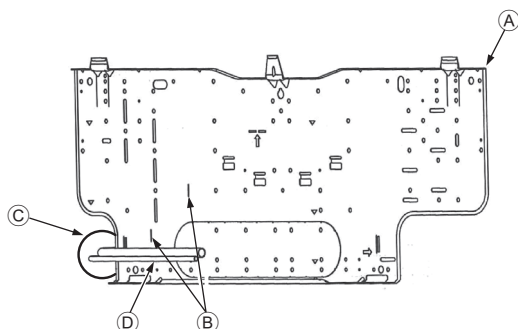

Fig. 3-5
- ② Vis de fixation (4 × 35 mm, 1-3/8 inch) ②
- ⑤ Niveau
- ⑥ Serrer le filetage sur l'orifice.
- ⑥ Placer le niveau contre la ligne de référence horizontale de la planche d'installation et monter à niveau. Maintenir le filetage et aligner avec ▽ EPK de la planche d'installation pour mettre à niveau.
- ① Planche d'installation ①
3.3. Lors de l'insertion des tuyaux dans le mur (Fig. 3-5)
- ▲ Planche d'installation ①